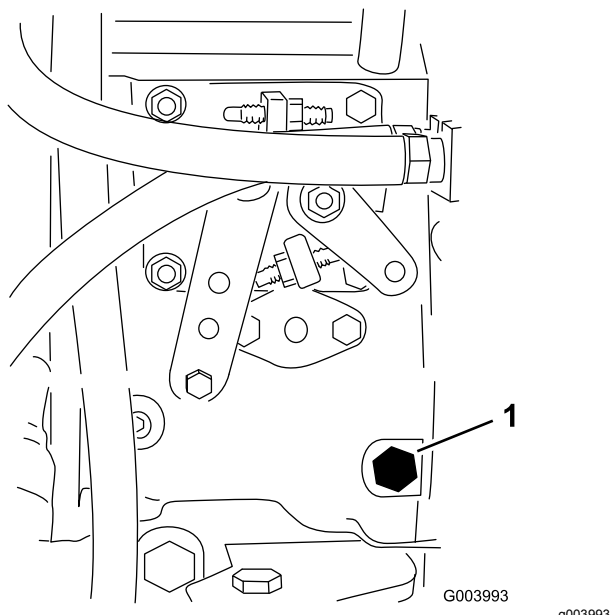

図 36
3. 燃料噴射ポンプ **図 36**についているエア抜きねじを、12mmのレンチを使って開く。